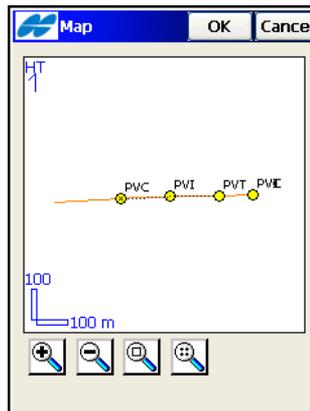

Abbildung 7-18. Gradientenkarte
- Tippen Sie doppelt in den Grafikbereich, um eine größere Kartenansicht für die Gradiente zu öffnen. Das Fenster *Karte* erscheint. Für Ausrundungen werden der *VTK* (Englisch: PVC), also der vertikale Ausrundungsanfang, der *VTS* (Englisch: PVI), also der vertikale Tangentschnittpunkt, und der *VTP* (Englisch: PVT), also der vertikale Tangentialpunkt, an dem die Ausrundung endet, angezeigt (Abbildung 7-18).